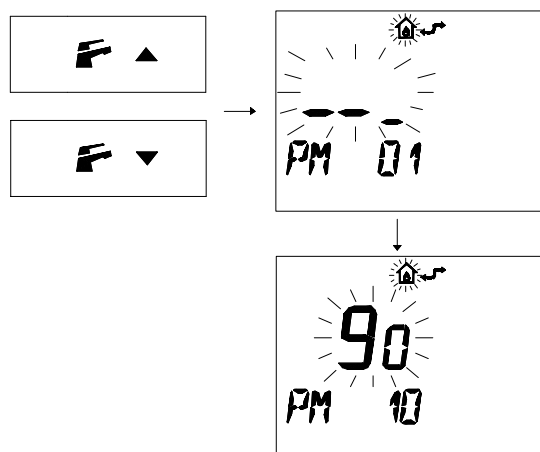

Figura 5.63
- Premere i pulsanti  o  per visualizzare la programmazione "PM10" selezione della frequenza di accensione (Figura 5.63).
Nella Figura 5.63 si visualizza un SET programmato di **90** corrispondente ad un tempo di riaccensione di 3 minuti circa. Il campo di regolazioni è da 0 a 8 minuti e mezzo.